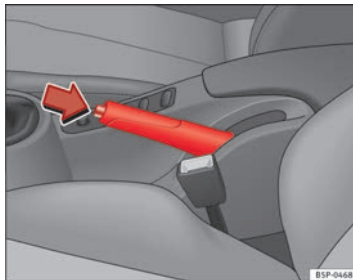

Abb. 151 Handbremse zwischen den Vordersitzen
⇒ **Abb. 151**.
- Ziehen Sie den Hebel etwas nach oben, drücken Sie die Entriegelungstaste in Pfeilrichtung ⇒ **Abb. 151** und führen Sie den Handbremshebel ganz nach unten ⇒ **△**.